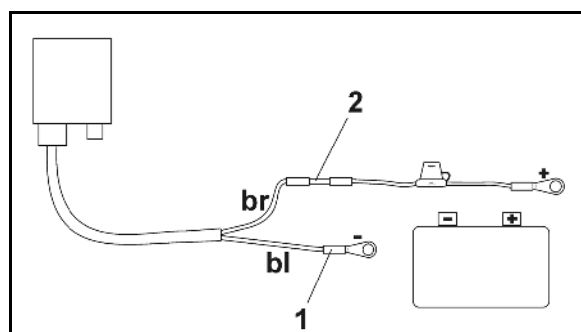

図 18
2. 両ヒンジボルト（図 18/1）を引き抜きます。
5. 青色のケーブルコア (アース) をリング端子に挿入します (図 18/1)。
7. 茶色のケーブルコア (+ 12 V) をコネクター (図 18/2) の空いている端に差し込みます。
9. 熱源 (ライターまたはドライヤー) を使い、接着剤が漏れ出すまでコネクタ (図 18/2) を収縮させ、固定します。